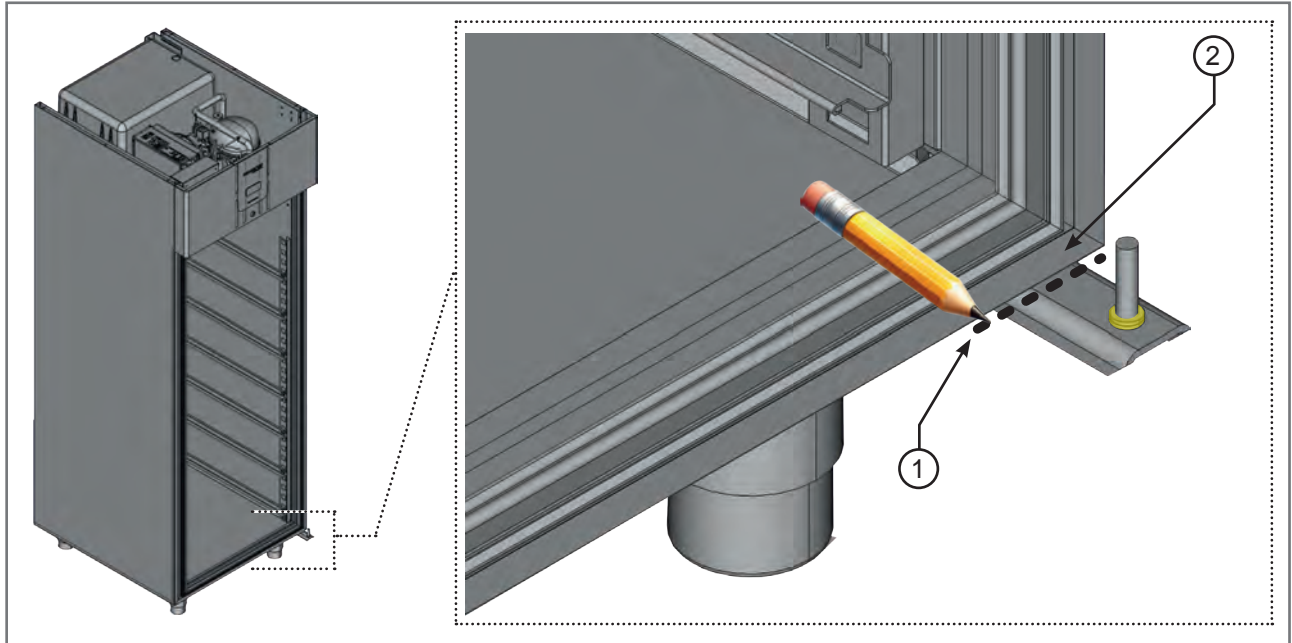

Fig 3.21 - Repère au crayon
- Marquer au crayon la position de la charnière inférieure (1 - Fig. 3.21) par rapport à la structure de l'armoire (2 - Fig. 3.21).